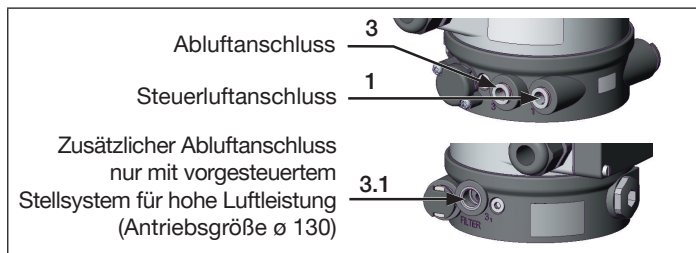

Bild 8: Pneumatischer Anschluss
- Das Steuermedium an den Steuerluftanschluss („Bild 8“: 1) anschließen
- Die Abluftleitung oder einen Schalldämpfer an den Abluftanschluss („Bild 8“: 3) und – wenn vorhanden – an den zusätzlichen Abluftanschluss („Bild 8“: 3.1) montieren.